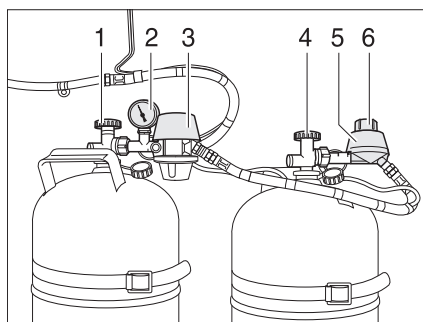
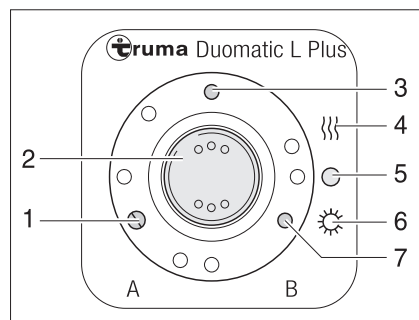

Fig. 145 Instalación de conmutación Duomatic
Fig. 146 Unidad de mando
La instalación de conmutación Duomatic se compone de un regulador central (Fig. 145,3) y de un regulador de conmutación (Fig. 145,5). Con el botón giratorio (Fig. 145,6) en el regulador de conmutación se puede determinar cuál de las bombonas de gas se usará como bombona de servicio y cuál bombona de gas como bombona de reserva.
El manómetro (Fig. 145,2) en el regulador central indica la presión en la bombona de gas, no el nivel de llenado de la bombona de gas. Con el manómetro se puede comprobar la estanqueidad de la bombona de gas.
En la unidad de mando (Fig. 146) únicamente pueden conmutarse las funciones eléctricas. Las llaves de paso principales de las bombonas de gas (Fig. 145,1 y 4) deben abrirse a mano.
- Abrir las llaves de paso principales en las bombonas de gas (Fig. 145,1 y 4).
- Con el botón giratorio (Fig. 145,6) en el regulador de conmutación (Fig. 145,5), seleccionar la bombona de gas de la cual se debe tomar el gas preferentemente (bombona de servicio).
En caso de que el botón giratorio se encuentre en la zona roja, el gas se tomará preferentemente de la bombona de gas con el regulador central (Fig. 145,3).
En caso de que el botón giratorio se encuentre en la zona verde, el gas se tomará preferentemente de la bombona de gas con el regulador de conmutación (Fig. 145,5).
- Conectar la instalación de conmutación Duomatic en la unidad de mando (Fig. 146).
Para ello, ajustar el interruptor basculante (Fig. 146,2) en modo de invierno "On y calentar" (Fig. 146,4) o en modo de verano "On" (Fig. 146,6). Los dos reguladores de presión de gas están ahora desaireados. El piloto (Fig. 146,3) se enciende.
- Poner el interruptor basculante (Fig. 146,2) en "O" (Fig. 146,5). El piloto (Fig. 146,3) se apaga.
- Cerrar las llaves de paso principales en las bombonas de gas (Fig. 145,1 y 4).
Las luces de control en la unidad de mando (Fig. 146) señalizan en el interior del vehículo si las bombonas están dispuestas para el funcionamiento.
- Luz de control "A" (Fig. 146,1): Bombona de gas en el regulador central
- Luz de control "B" (Fig. 146,7): Bombona de gas en el regulador de conmutación